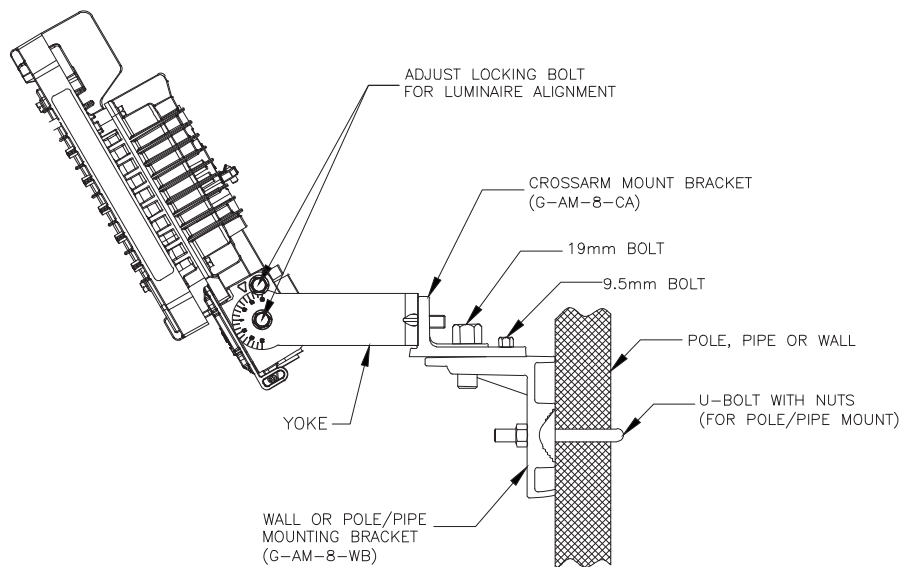

Figure 7: Luminaire avec support de montage à bras croisés (P/N: G-AM-8-CA) et support de montage sur tube/mural (P/N: G-AM-8-WB)
5. Installez le luminaire avec l'étrier et le support de montage à bras croisés (attaché) sur le support de montage sur tube/mural avec un boulon de 3/4 pouce (19 mm) (fourni). Voir Figure 7 bolt (supplied). See Figure 7.
6. Insérez un boulon de 3/8 de pouce (9,5 mm) (fourni) à travers le support de montage à bras croisés et dans le support de montage sur tube/mural. Voir Figure 7.